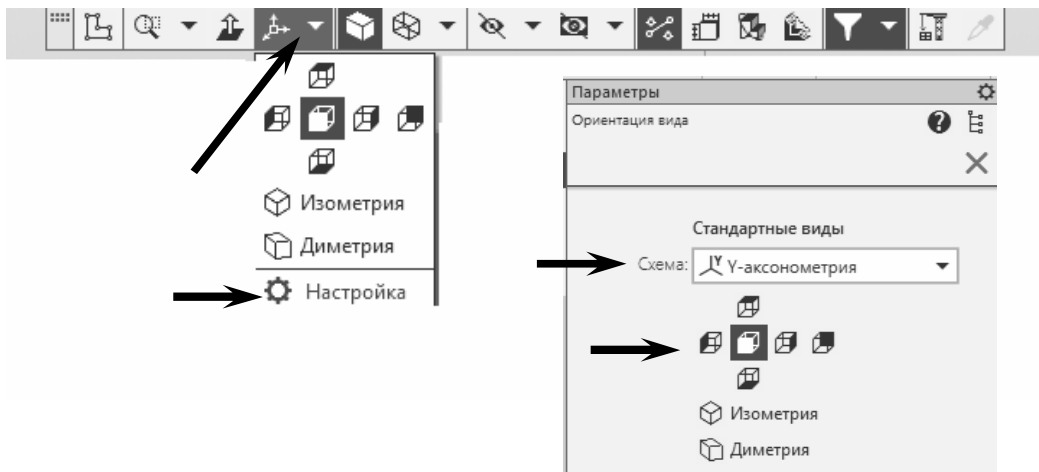

Рис. 1.37. Выбор первоначальной ориентации вида
4. На панели **Вид** нажмите кнопку «Ориентация»  и в меню «Настройка» выберите начальную ориентацию модели – «Y-аксонометрия» (рис. 1.37).